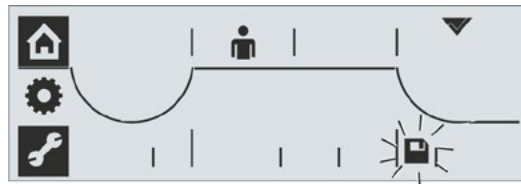

Fig. 9: Está activo guardar la posición final
11. Seleccionar guardar: Girar el controlador del dispositivo hasta que el símbolo de guardar parpadee, ver fig. 9.